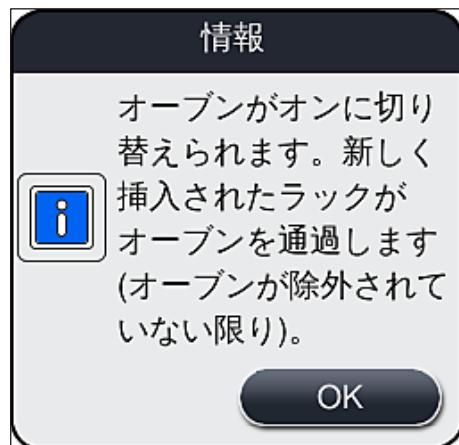

図 35
3. **保存**(→ 図 33-5) ボタンを押して、操作を適用します。下記の情報メッセージ(→ 図 35)が表示されますので、それに目を通し、**OK**で確認します。